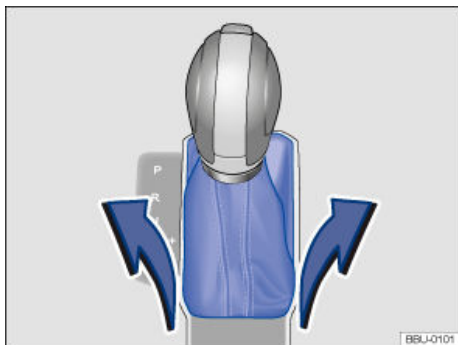

Fig. 107 Desinstalar a cobertura do quadro da alavanca seletora.
- Puxar cuidadosamente para cima a cobertura na região da guarnição da alavanca seletora com os cabos elétricos conectados → Fig. 107.